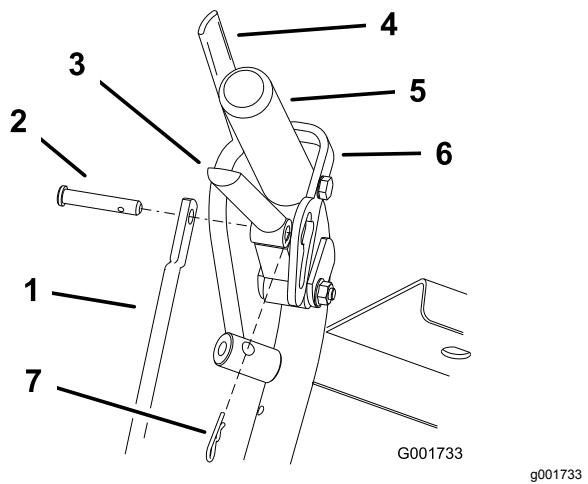

Bild 39
1. Lassen Sie den Antriebshebel los und entfernen Sie den Splint und Lastösenbolzen, um die Länge der Stange einzustellen. Drehen Sie die Stange im Stangen-Anschlussstück (Bild 39).
4. Stecken Sie den Lastösenbolzen in den Antriebshebel (Bild 39).
6. Stecken Sie den Splint zwischen den Antriebshebeln und den Neutralarretierungen in die Lastösenbolzen (Bild 39).